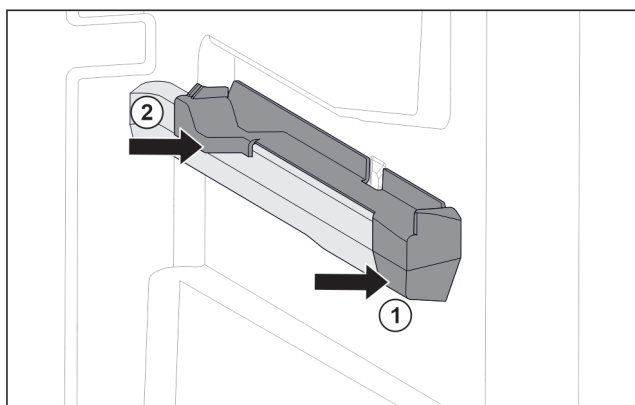

Fig. 103 Élément emboîtable sur la nervure de récipient droite
- Poser le devant de l'élément emboîtable contre la nervure de récipient. Fig. 103 (1)
- Enfoncer l'arrière de l'élément emboîtable. Fig. 103 (2)